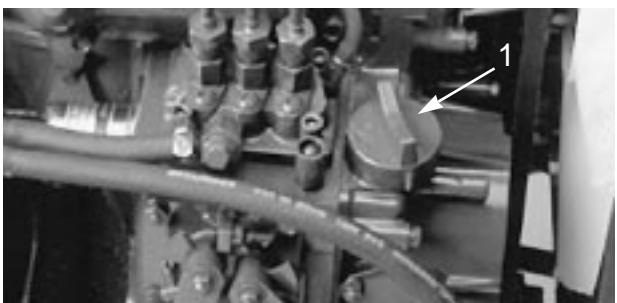

図16
3. 不足している場合は補給口キャップ（図16）を取り、ディップスティックのFull位置までオイルを補給する。オイルはゆっくりと少量ずつ量を確認しながら補給し、入れすぎないように注意する。